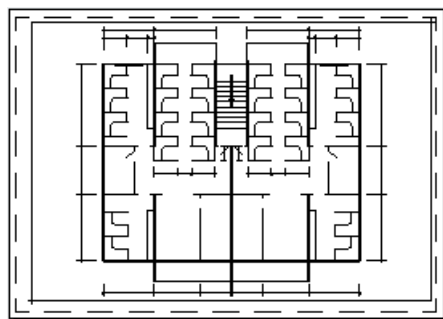

图 16.2.5 完成后的布局
Step9. 单击 按钮,在系统弹出的“创建布局-完成”对话框中,单击 按钮,完成新布局及默认的视口创建,完成后的布局经放大后如图 16.2.5 所示。